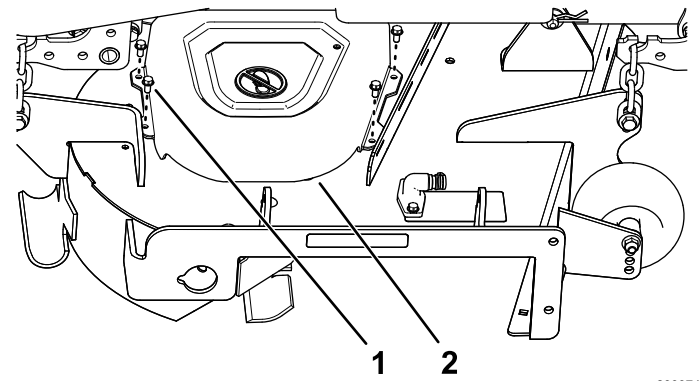

Figure 7
3. Retirez les 4 vis ($\frac{1}{4}$ " x $\frac{1}{2}$ ") qui fixent le protège-courroie droit et déposez celui-ci (Figure 7).